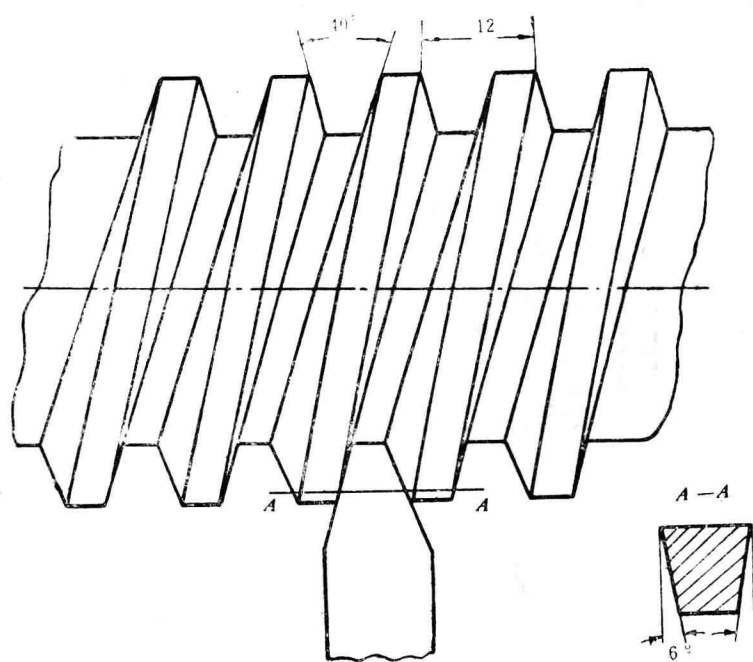

图5 左旋梯形螺纹
14. 车削如图 5 所示的导程 $T = 12\text{mm}$ 、螺纹外径为 $\phi 50\text{mm}$ 的左旋梯形螺纹。刃磨的车刀角度是: 牙形角 $= 40^\circ$ 、 $\gamma_o = 0^\circ$ 、 $\alpha_{o\text{左}} = \alpha_{o\text{右}} = 6^\circ$ 、 $\lambda_s = 0^\circ$, 试分析这把螺纹车刀的